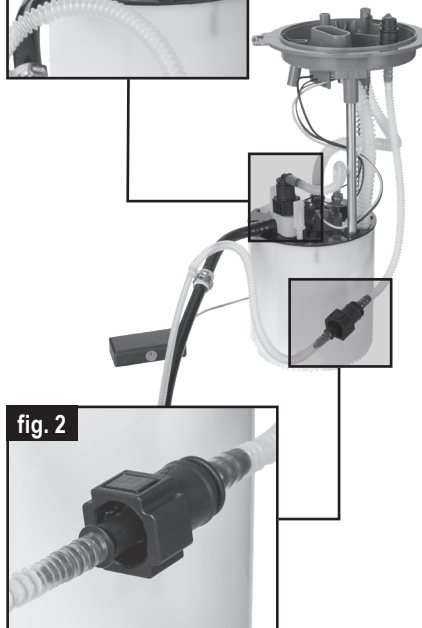

fig. 2
5. Conecte la manguera de combustible de la bomba a la manguera de combustible rígida tal como se muestra en la imagen de la fig.2.
4. Plug the small accessory hose from the new fuel module to the flexible quick-connect hose (fig. 2). This small hose is superfluous but harmless if connected to the previous quick-connect flexible hose.
4. Branchez le petit tuyau accessoire du nouveau module à essence au tuyau flexible à branchement rapide (fig. 2). Ce petit tuyau est superflu, mais inoffensif s'il est raccordé au tuyau flexible à branchement rapide précédent.